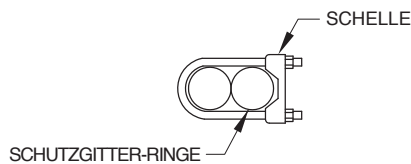
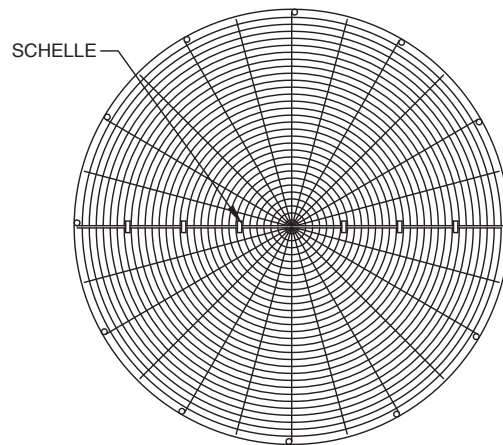

Abb. 22 – Anbringen der Schellen
Abb. 23 – Abstand der Befestigungsschellen
3. Verbinden Sie die beiden Gitterhälften mit Schellen (siehe Abb. 22). An jeder Seite des Schutzgitters sollten vier Schellen angebracht werden. Verteilen Sie die Schellen gleichmäßig entlang des Radius des Schutzgitters (siehe Abb. 23).
3. Befestigen Sie beide Gitterhälften mithilfe von Schellen (siehe Abb. 22).
4. An jeder Seite des Schutzgitters sollten vier Schellen angebracht werden. Verteilen Sie die Schellen gleichmäßig (wie in Abb. 23 dargestellt).